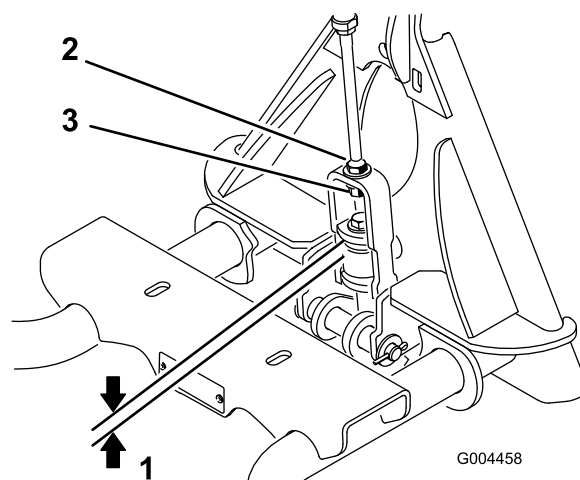

Figure 7
2. Mesurez l'espace entre la rondelle supérieure et l'entretoise dans l'ensemble biellette sur l'adaptateur d'accessoire, comme illustré à la Figure 7.
Remarque: La rondelle et l'épaulement ne doivent pas être espacés de plus de 1,5 à 2,2 mm (Figure 7).
3. Si l'écartement n'est pas correct, desserrez l'écrou de blocage et serrez ou desserrez l'écrou de réglage sur l'ensemble biellette pour modifier l'écartement (Figure 7).